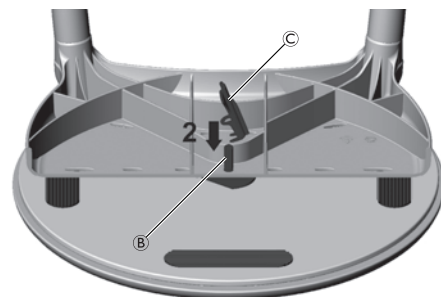

Fig. 4
2. Slide the fastening clip Ⓒ with its hole over the adapter pin Ⓑ of the Aquatec® Disk (Fig. 4).
2. Das Loch der Befestigungsklemme (Ⓒ) über den Adapterstift (Ⓑ) der Aquatec® Disk schieben (Abb. 4).